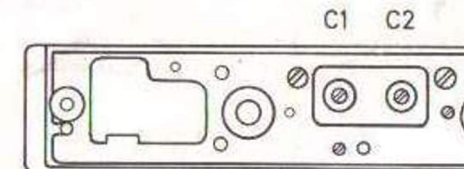

Abb. 2
2.2 C 1/C 2 HF-Vormagnetisierung (Abb. 2)